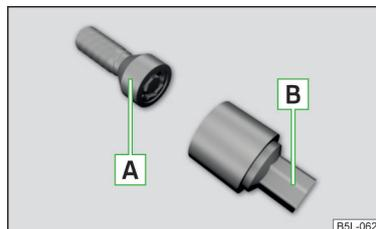

Fig. 164
Les boulons de roue antivol protègent les roues contre le vol. Ils ne peuvent être desserrés ou serrés qu'à l'aide de l'adaptateur [B] » fig. 164.
- Insérez l'adaptateur [B] » fig. 164 avec le côté denté jusqu'à la butée dans la denture intérieure de la tête du boulon de roue antivol [A].